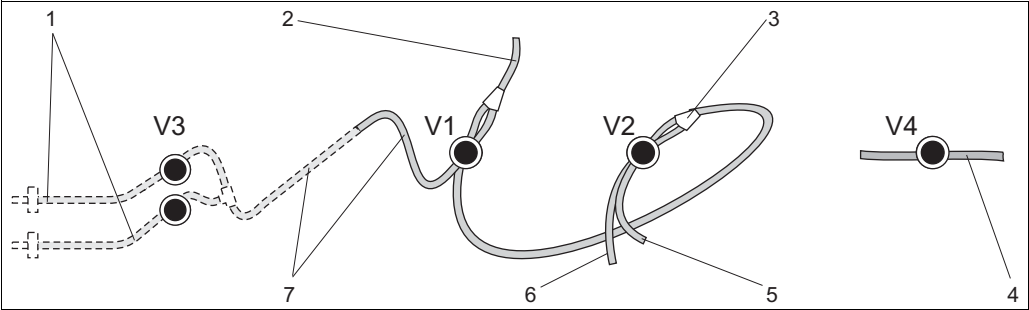

Fig. 12: Válvulas y tubos
- 5. Insértense los tubos en las válvulas según se especifica en la Fig. 12. Los tubos han sido retirados de las válvulas durante el transporte del equipo. Ello evita que se peguen entre ellos o que queden comprimidos contra un mismo lugar durante un intervalo de tiempo largo.